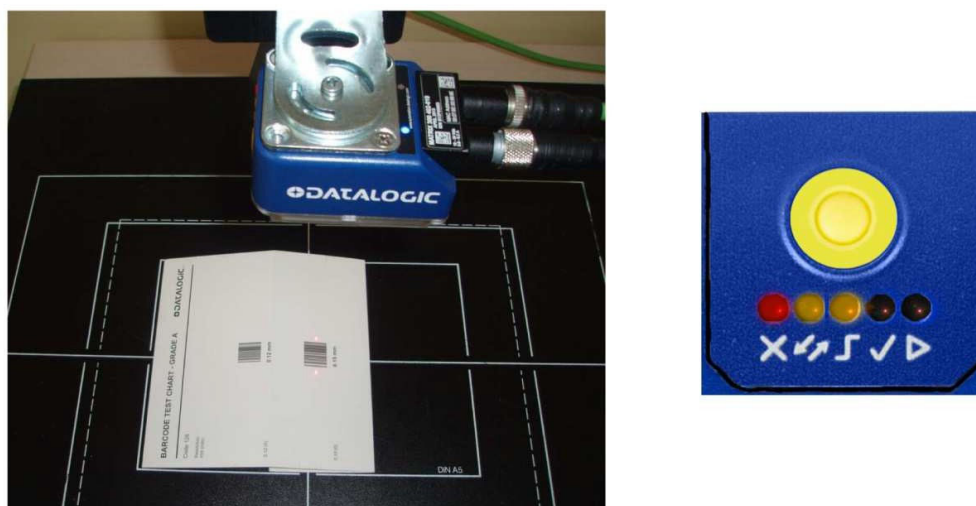

図 4 - X-PRESS インターフェイス、照準/自動焦点機能
4. ボタンを離して、照準機能に入ります。照準システムをオンにすると自動焦点手順が開始されます。図 4 を参照してください。照準 LED は、手順が完了するまで点灯します。